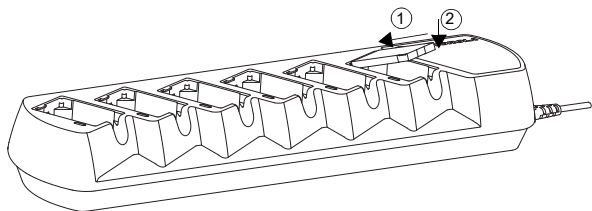
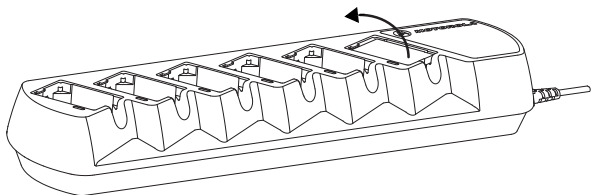

Figure 4 : Insertion de la batterie dans le compartiment du chargeur
Figure 5 : Extraction de la batterie du compartiment du chargeur
4. Pour charger une batterie, faites glisser la batterie dans le compartiment du chargeur : (voir la Figure 4 et la Figure 5)